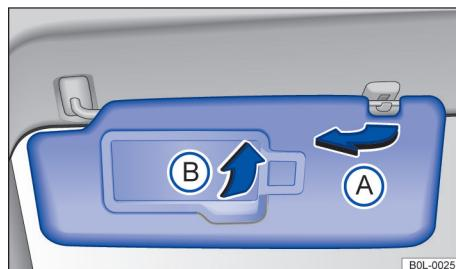

图 76 前部顶篷上：遮阳板
- 从支架上拉出，转向车门，遮挡自门窗射入的阳光 → 图 76 A。
打开遮阳板后向上翻开化妆镜盖板 → 图 76 B 可发现盖板后有一化妆镜。